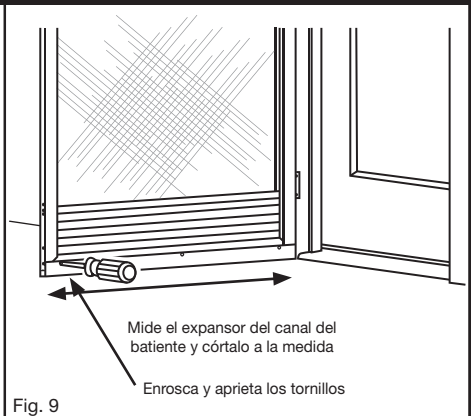

Fig. 9
Pega temporalmente el expansor del canal del batiente con la cinta de enmascarar. Marca y pretaladra (3) orificios de conexión del expansor del canal del batiente como se indica en la parte interior usando una broca de taladro de 1/8". Asegúralo con los tornillos 8 x 3/8" incluidos (Fig. 9). No aprietes demasiado.